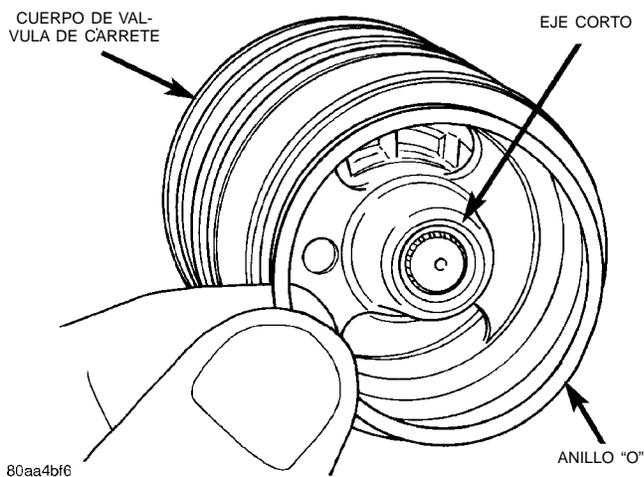

Fig. 18 Anillo "O" del eje corto
(4) Instale los anillos "O" y los anillos de teflón sobre los anillos "O" en el cuerpo de válvula.
(5) Instale el anillo "O" en la parte posterior del eje corto (Fig. 18).
(6) Instale el eje corto y el conjunto de válvula en la caja. Alinee el eje sinfín con las muescas en el conjunto de válvula.
(7) Instale el conjunto de soporte de empuje.